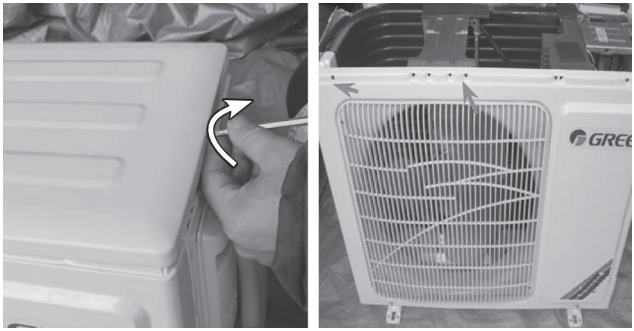
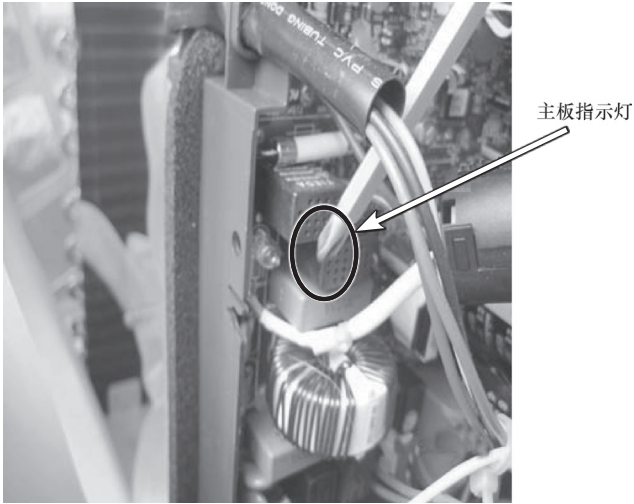

图 5-59 取下室外机机壳
图 5-60 找到主板指示灯
2) 检查室外机, 取下室外机机壳, 如图 5-59 所示。室外机主板故障代码指示灯中间灯闪, 如图 5-60 所示, 此灯代表含义是“压缩机过电流”。